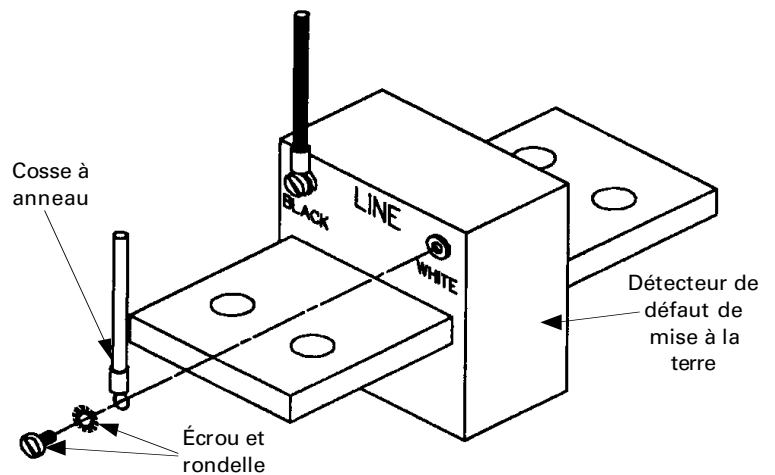

Figure 7. Pour attacher les fils au détecteur de défaut de mise à la terre.
8. Raccorder le fil noir à la borne BLACK du détecteur de défaut de mise à la terre. Raccorder le fil blanc à la borne WHITE du détecteur de défaut de mise à la terre. Fixer les cosse à anneau en utilisant la rondelle en étoile et la vis à tête cylindrique, se référer à la Figure 7.